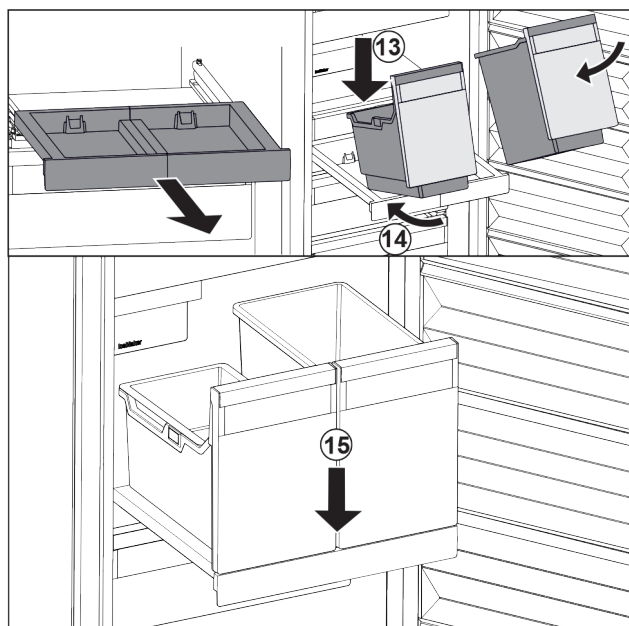

Fig. 24
- Applicare i contenitori in modo inclinato sul ripiano estraibile. Fig. 24 (13)
- Inserire il contenitore in modo inclinato verso la parte posteriore. Fig. 24 (14)
- Abbassare il contenitore nella parte anteriore. Fig. 24 (15)